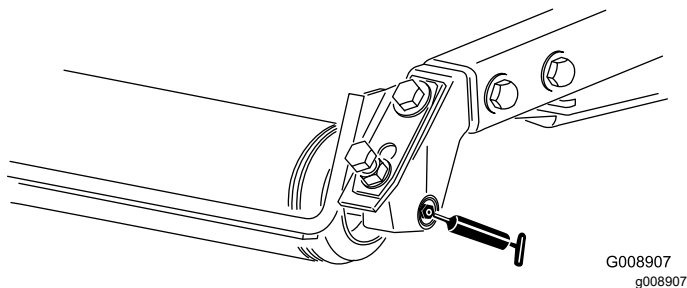

Figure 72
- Roulements de rouleau arrière (2 par unité de coupe) – Figure 72